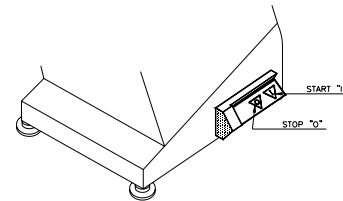

图22 - 开/关
- 按开始开关“**I**”然后按停止开关“**O**”来分别检查机器的开启与停止(图22)。